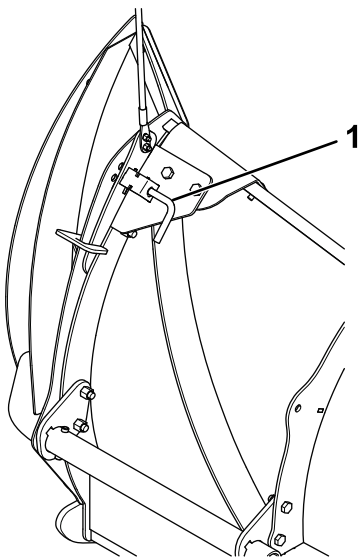

**Figura 6**
10. Tire hacia atrás del cerrojo con muelle y gírelo a la posición de bloqueo (Figura 6).
- Deslice el tubo de la aleta de la pala por los soportes de costilla hasta que el pasador de enganche pase por el soporte exterior (Figura 6).